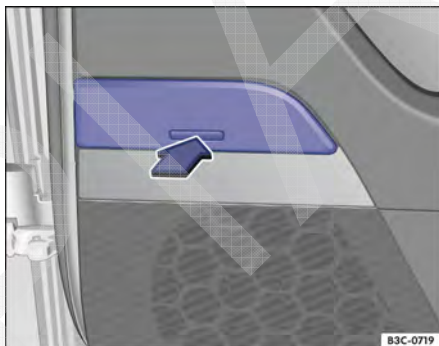

Fig. 175 Cinzeiro na porta traseira.
- Para *abrir*, pressionar o botão do cinzeiro brevemente no sentido da seta → Fig. 175. O cinzeiro se abre automaticamente.